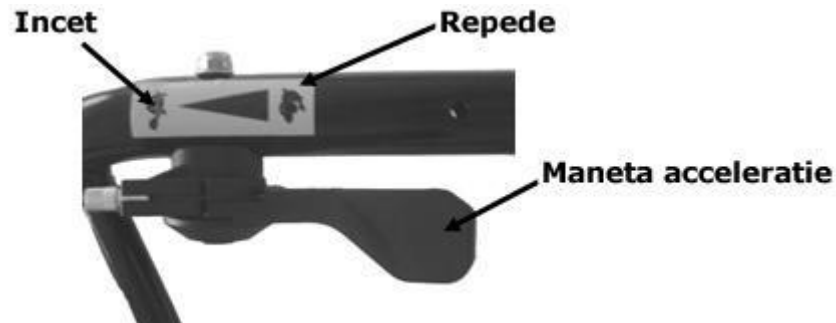

Figura 28
- Rolul manetei de acceleratie este de a controla viteza benzinei catre motor, si implicit viteza utilajului. Consultați Figura 28.
- 1) Mutați maneta de accelerație la turația cea mai mică. Consultați Figura 28